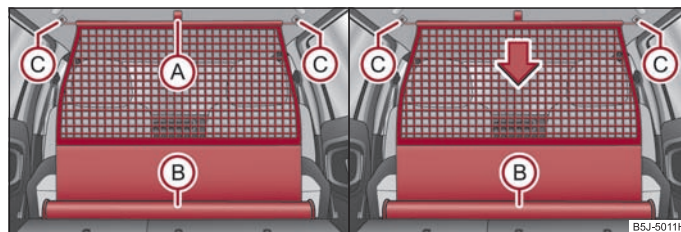

Abb. 67 Gepäcknetztrennwand herausziehen / aufrollen
- Ziehen Sie die Gepäcknetztrennwand an der Lasche (A) aus dem Gehäuse (B) ⇒ Abb. 67.
- Setzen Sie die Querstange in die Aufnahme (C) zunächst auf einer Seite ein.
- Ziehen Sie die Querstange erst auf der einen, dann auf der anderen Seite etwas nach hinten und nehmen die Querstange aus den Aufnahmen (C) → Seite 68, Abb. 67.
- **Halten** Sie die Querstange so, dass die Gepäcknetztrennwand in das Gehäuse (B) langsam und ohne Beschädigung einrollen kann.